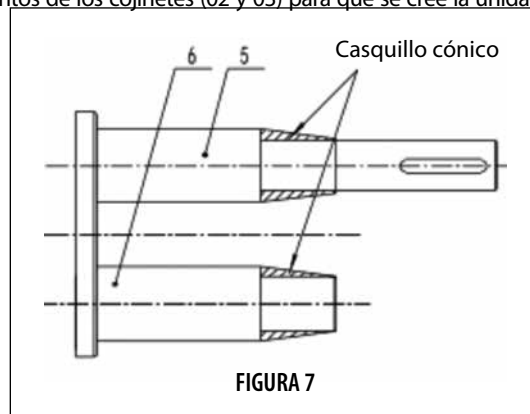

FIGURA 7
**ATENCIÓN:** Para facilitar el reensamblaje del sello de aceite (104) y evitar daños durante el ensamblaje, la serie S sugiere el casquillo cónico de instalación para el sello de aceite (véase la Figura 7), para lograr una transición gradual desde un diámetro pequeño a un diámetro más grande.
De acuerdo con la Figura 7, instale el casquillo cónico de instalación de sello de aceite, apriete la unidad de alojamiento del cojinete delantero (02) y la junta (22) en la carcasa de la bomba (01) con el perno prisionero (117), la arandela plana (119), la tuerca (118), y luego retire el casquillo cónico de instalación de la junta de aceite.